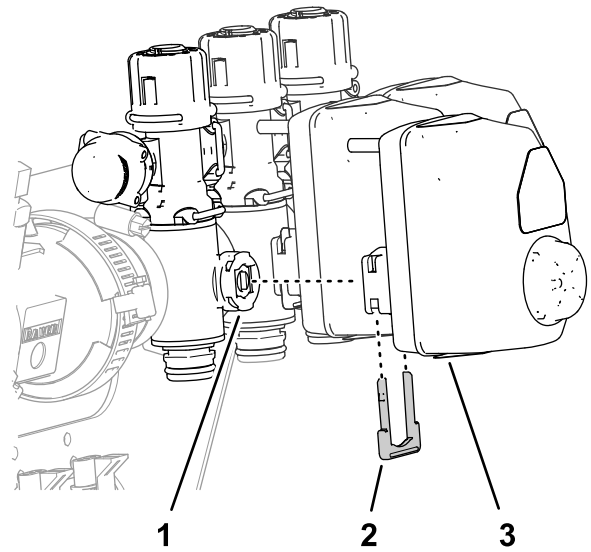

Bild 62
- Entfernen Sie die drei Halter, mit denen die drei Ventilaktuatoren am linken, mittleren und rechten Abschnittventil befestigt sind (Bild 62).
- Entfernen Sie die Ventilaktuatoren vom linken, mittleren und rechten Abschnittventil (Bild 62).
10. Befestigen Sie die drei Ventilaktuatoren mit den Haltern, die Sie in Schritt 1 entfernt haben, am linken, mittleren und rechten Abschnittventil (Bild 62).